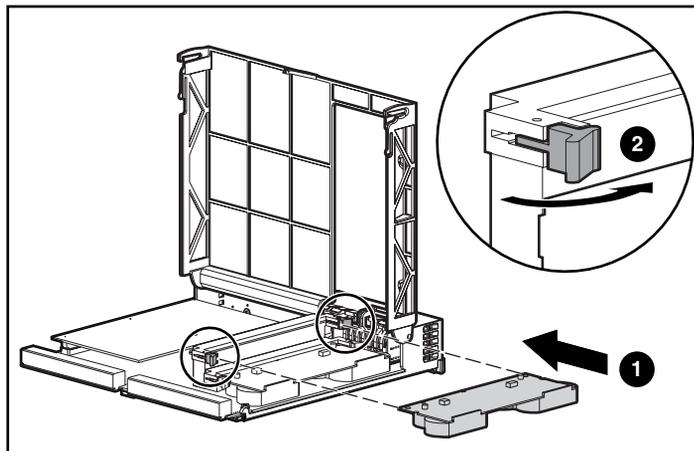

Figura 7: Installazione del modulo cache
6. Installare la nuova cache del controller MSA1000 inserendola nel controller ❶. Assicurarsi che le levette laterali siano completamente agganciate ❷. Vedere la Figura 7.